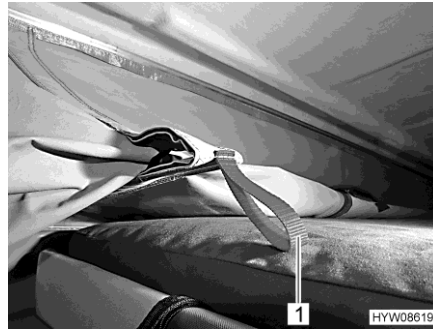

Bild 23 Indragningsanordning
- Dra tältduken inåt med hjälp av de röda remmarna (Bild 23,1) på indragningsanordningen.